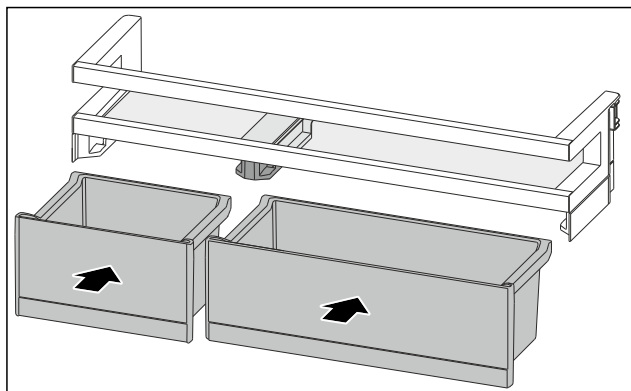

Fig. 113
- Introduceți VarioBox-urile dispuse invers. (vezi Fig. 113)